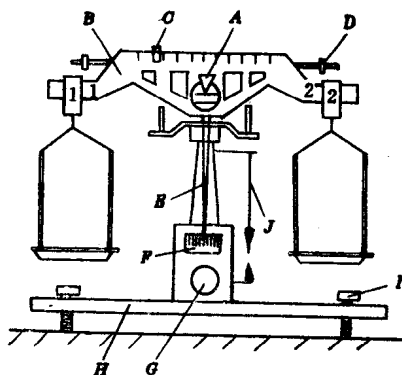

图 1-3
8. 图 1-3 所示是一架物理天平。请填写出此天平主要部分的名称: